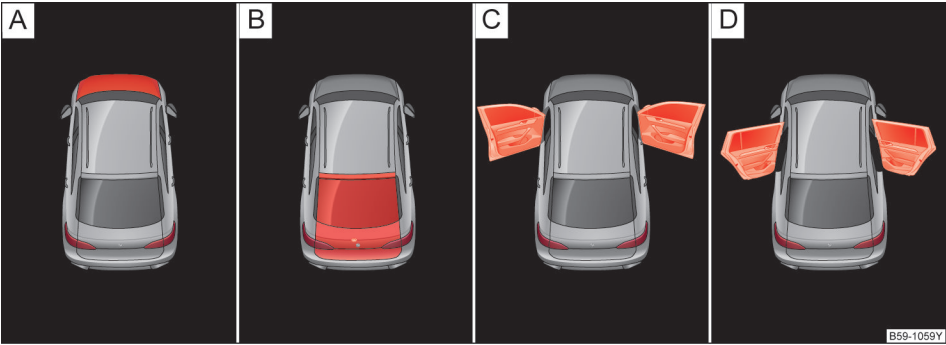

图 14 部分车型显示屏显示：[A] 发动机舱盖处于打开状态，[B] 行李厢盖处于打开状态，[C] 前车门处于打开状态，[D] 后车门处于打开状态
- 车门、发动机舱盖和行李厢盖未关闭→图 14
→图 14 说明: